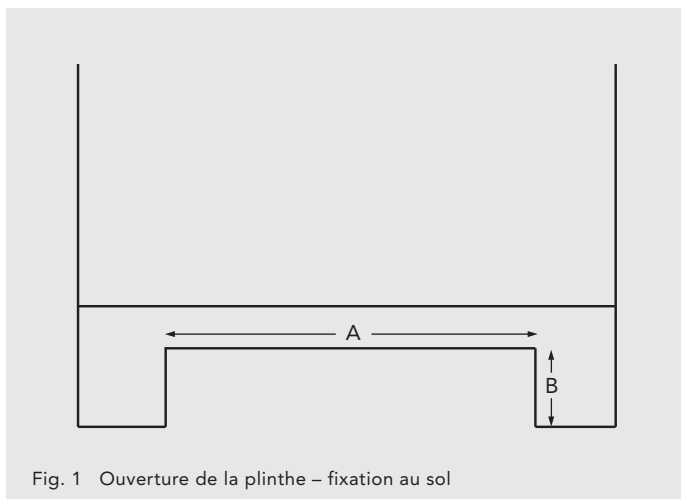

Fig. 1 Ouverture de la plinthe – fixation au sol
- Déterminer l'emplacement du WHISPA IIIMD, puis marquer et découper la plinthe aux dimensions indiquées à la Fig. 1 (fixation au sol).